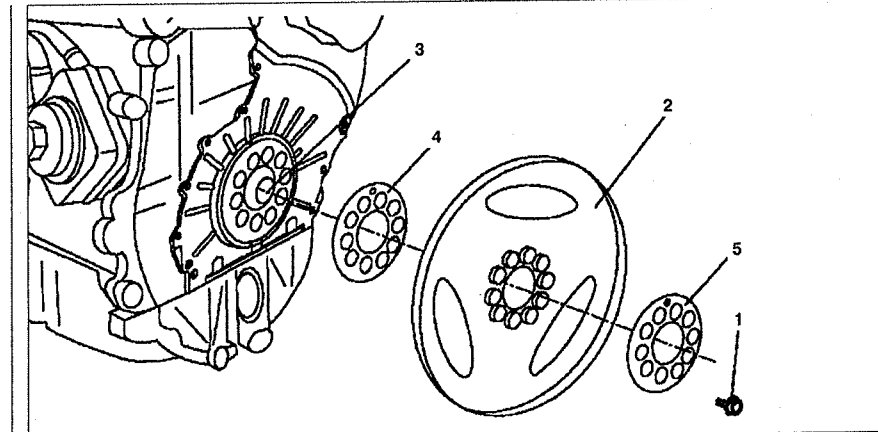

Рис. 3.26. Маховик / ведущий диск:
2. Открутите болты 1 крепления ведущего диска 2 к коленчатому валу 3 (см.рис.3.26).